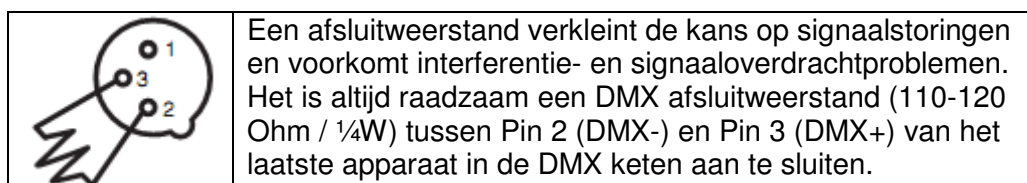

Fig. 4
**EXTRA AANWIJZING:** Afsluitweerstand. Indien langere stukken kabel worden gebruikt, wordt het aanbevolen om een afsluitweerstand te gebruiken op het laatste apparaat teneinde storingen te voorkomen. Een afsluitweerstand is een 110-120 Ohm ¼ watt weerstand die is verbonden tussen pin 2 en 3 van een mannelijke XLR connector (DATA + en DATA -). Deze afsluitweerstand wordt op de vrouwelijke XLR connector aangesloten van het laatste apparaat in de DMX keten en dient als eindstop van het circuit. Het gebruik van een afsluitweerstand (ADJ onderdeel nummer 392128) verkleint de kans op storingen. (Zie Fig. 4)